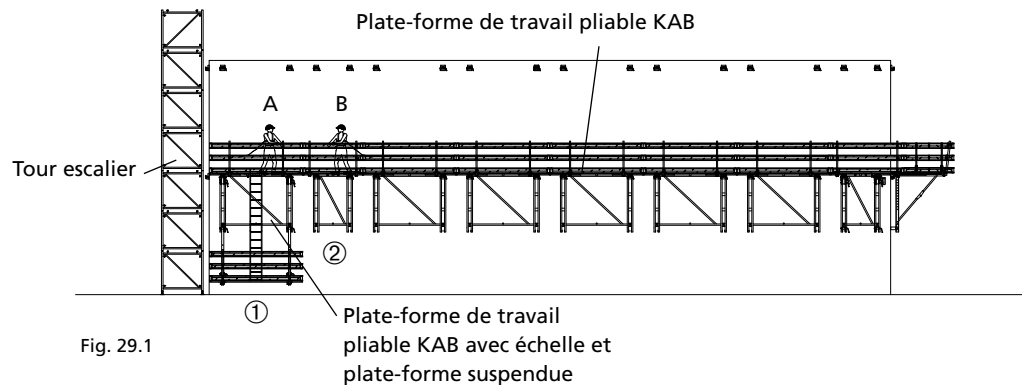

Fig. 29.1
4. Procéder au bétonnage de la rotation suivante tout en positionnant les cônes d'ancrage (les supports destinés à recevoir les plates-formes) dans le béton. Après avoir retiré le coffrage, fixer les sabots d'accrochage KAB sur les cônes d'ancrage (fig. 29.1).
5. Après s'être équipée d'un équipement de protection Individuelle contre les chutes de hauteur (EPI), la personne B accède à son tour aux plates-formes pour déplacer les plates-formes en empruntant la tour escalier (fig. 29.1).